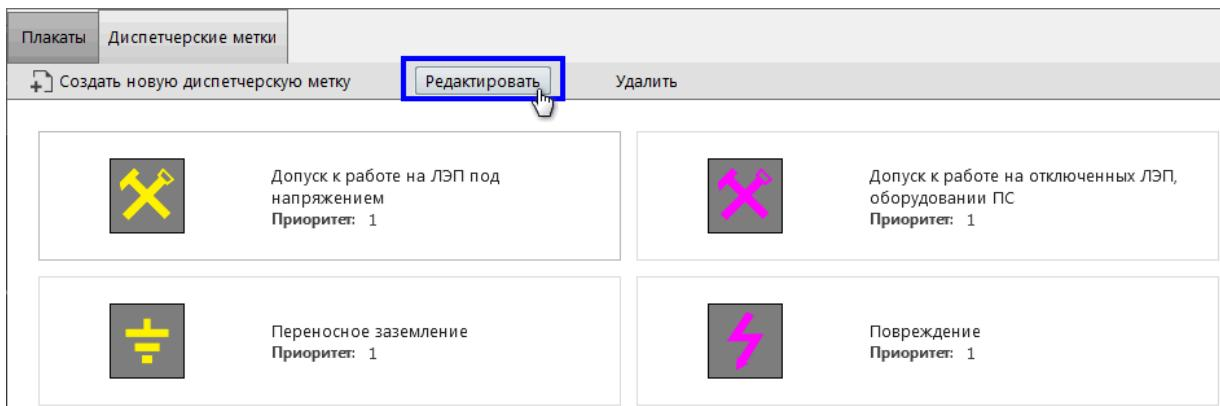

Рисунок 128 - Редактировать диспетчерскую метку
- Нажмите **Редактировать** (Рисунок 128).